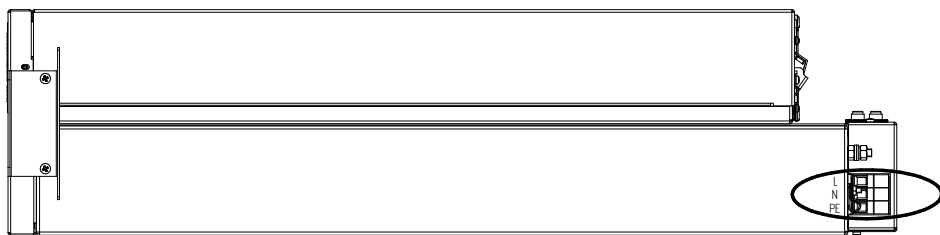
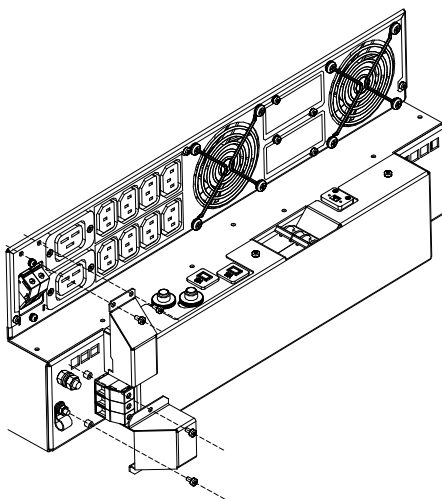

Рисунок 10. Выводы ИБП «Вход ~ 220»
Рисунок 11. Крепление защитных кожухов на выводы «Вход ~ 220 В» и «Выход ~ 220 В»
5. Снять с выводов подключения входной сети защитный кожух (крепление защитного кожуха – **рисунок 11**), после чего присоединить фазный проводник, нейтральный проводник и проводник заземления входной сети к выводам ИБП «Вход ~ 220» (**рисунок 10**).
ВНИМАНИЕ! После окончания работ по подключения входной сети на выводы «Вход ~ 220 В» следует одеть защитный кожух (крепление защитного кожуха – рисунок 11).
Сечение кабеля для подключения максимальной нагрузки к выводам «Выход ~ 220» – 10 мм² (перед выполнением подключения с выводов необходимо снять защитный кожух – **рисунок 11**).
ВНИМАНИЕ! После окончания работ с выводами «Выход ~ 220 В» на данные выводы следует одеть защитный кожух (крепление защитного кожухов – **рисунок 11**).